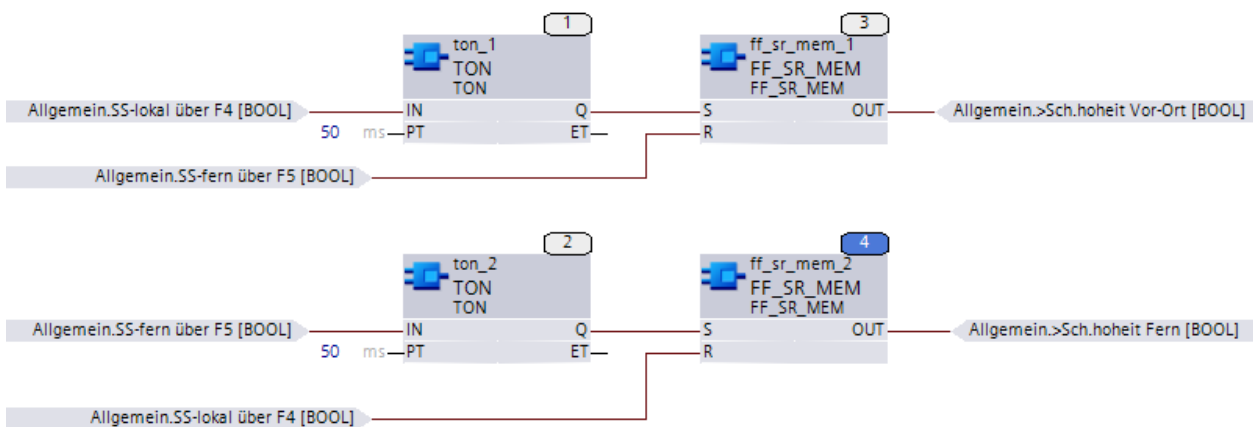

Bild 4: CFC Plan zum Steuern der Schalthoheit über Funktionstasten
8. Erstellen Sie den in Bild 4 dargestellten CFC Plan.